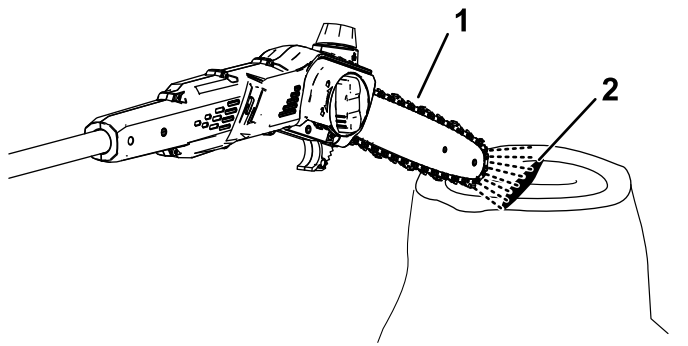

Figura 16
2. Per accertarvi che l'olio fluisca verso la catena, puntate la punta della sega a palo a pochi pollici da una superficie (per esempio, carta, cartone, un ceppo) e azionate la sega a palo; dovrete essere in grado di vedere un leggero zampillo di olio sulla superficie (Figura 16).